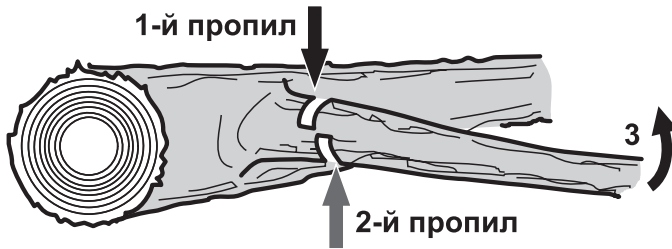

Рисунок 10. Схема обрізання гілок і суків на поваленому дереві.
1. Для обрізання гілки на поваленому дереві визначити напрямок вигину гілки, яку планується відпилити (3, рис. 10).